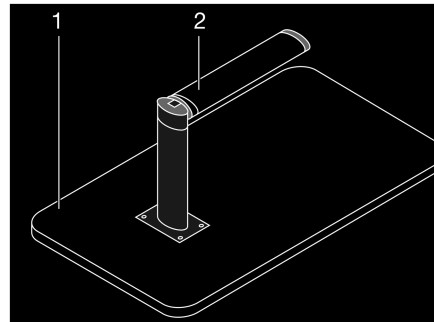

Fig. 57 Base de cama
- Levantar 45° aprox. el tablero de mesa (Fig. 57,1) por delante.
- Tirar hacia abajo de la parte inferior de la pata de apoyo articulada (Fig. 57,2) y abatirla 90°.